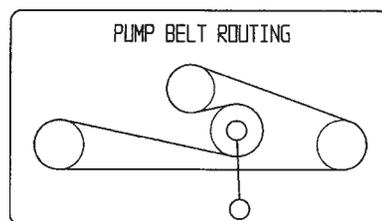

Figure 68
1. Abaissez la poulie de tension rappelée par ressort et enlevez la courroie des poulies du moteur et de la pompe hydraulique (Fig. 68). Enlevez la courroie entre les poulies.
2. Installez la courroie neuve sur les poulies du moteur et de la pompe hydraulique (Fig. 68).
3. Abaissez la poulie de tension rappelée par ressort et alignez-la sous la courroie de transmission, puis relâchez-la (Fig. 68).